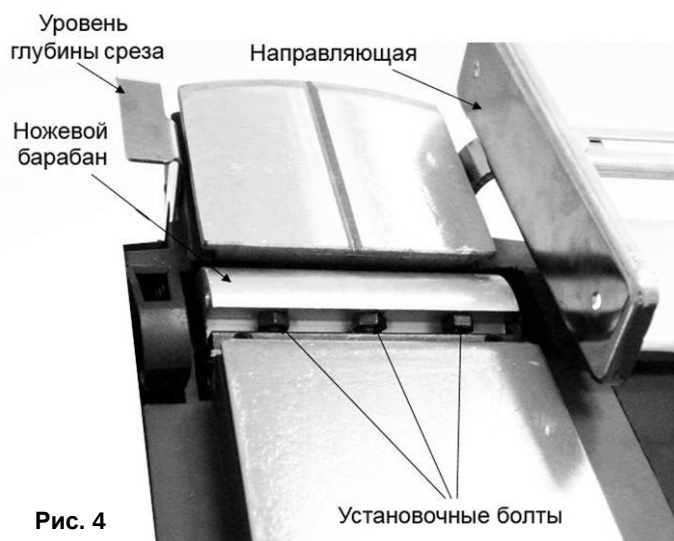

Рис. 4
- Для отсоединения ножей от ножевого барабана, открутите с помощью гаечного ключа, три установочных болта (См. Рис.4).